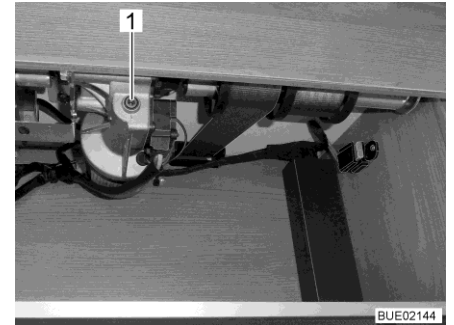

Fig. 149 Accès à l'entraînement
- Insérer la manivelle ou la clé mâle coudée pour vis à six pans creux dans la réception sur le moteur (Fig. 149,1).